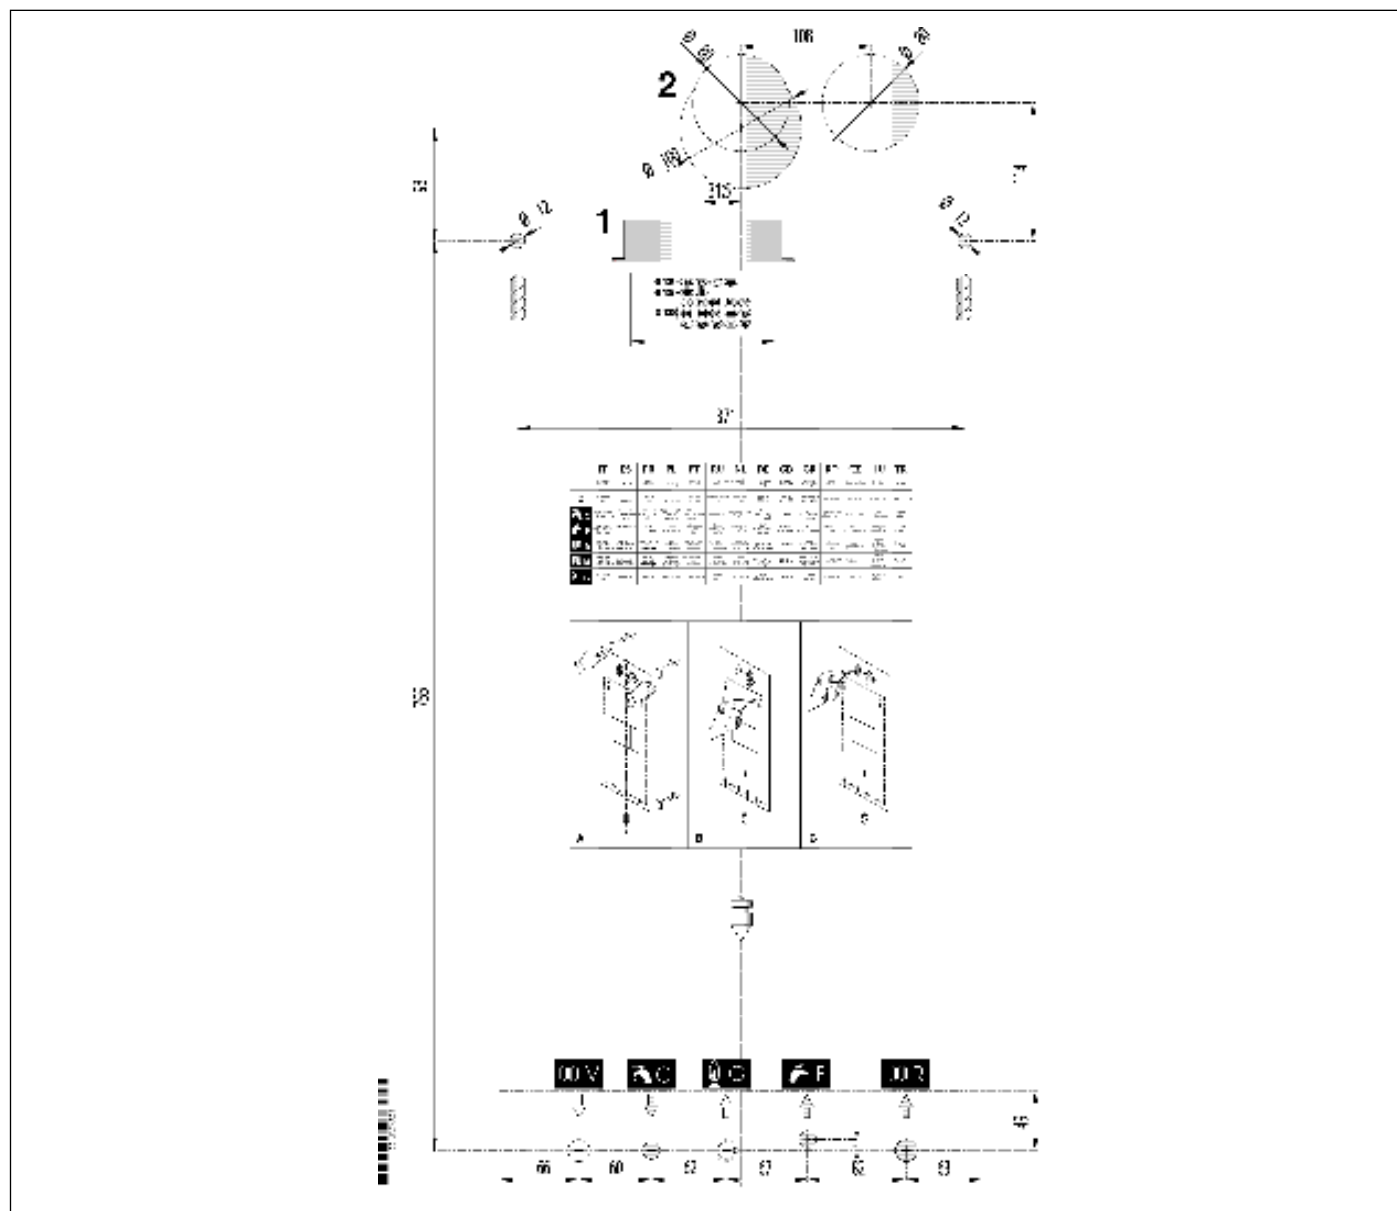

Fig. 27 Plantilla de instalación
- la plantilla de fijación de la caldera a la pared (ver Fig. 27 Plantilla de instalación).
Cada aparato está provisto de una plantilla de papel correspondiente (ver Fig. 27 Plantilla de instalación).